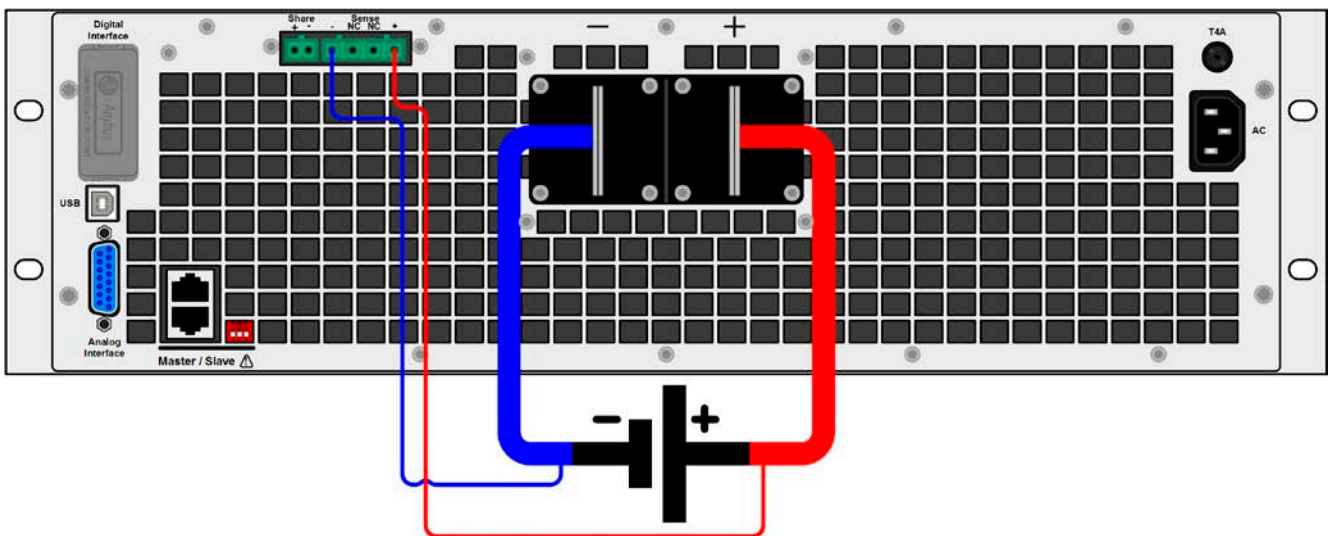

Bild 12 - Beispiel Fernföhlungsverdrahtung
- Die Fernföhlung ist nur im Konstantspannungsbetrieb (CV) wirksam und der Fernföhlungsanschluß sollte möglichst nur solange angeschlossen bleiben, wie CV benutzt wird, weil die Schwingneigung des Systems durch Verbinden der Fernföhlung generell erhöht wird.
- (+) Sense darf nur am (+) der Quelle und (-) Sense nur am (-) der Quelle angeschlossen werden. Ansonsten könnte die elektronische Last beschädigt werden. Siehe auch Bild 12.